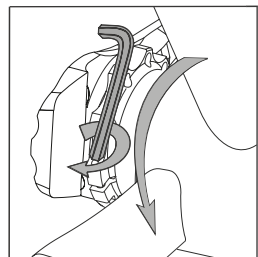

fig. 3
- 2.7.1.** Eliminar el juego lateral girando la tuerca de precarga situada junto a la biela izquierda con la mano en sentido antihorario. (fig. 3)
- 2.7.2.** Bloquee la tuerca de precarga apretando el tornillo en sentido horario con una llave allen de 2 mm. (fig.3)